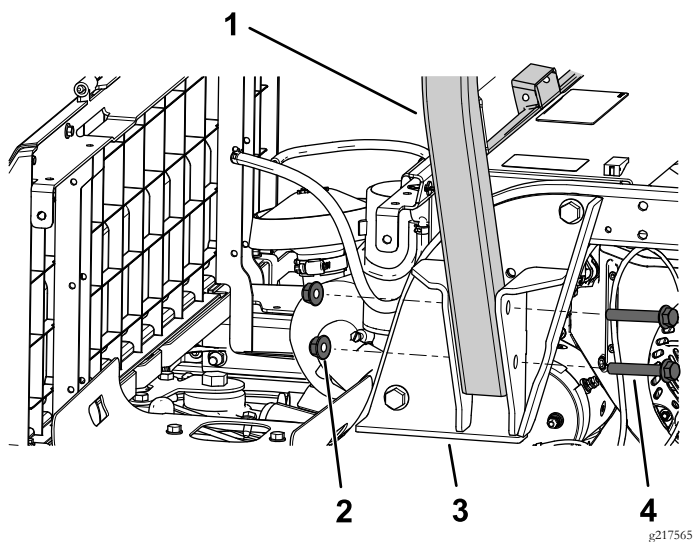

图19
1. 如图19所示用2个凸缘头螺栓 $\frac{1}{2}$ x 3 $\frac{1}{2}$ 英寸和2个锁紧螺母 $\frac{1}{2}$ 英寸将翻车保护杆的一侧固定到 ROPS 支架上。